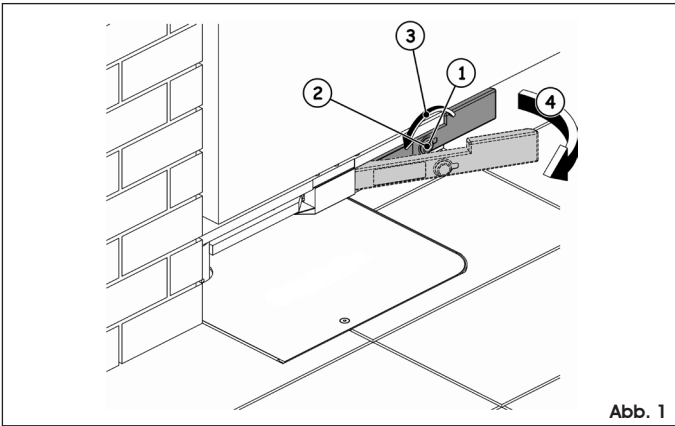

Abb. 1
- Quitar el tapón de protección de la cerradura (Fig. 1 ref. ①)
- Introducir la llave de desbloqueo en la cerradura (Fig. 1 ref. ②)
- Girar la llave en la dirección de la columna hasta el tope (Fig. 1 ref. ③)
- Tirar de la palanca (Fig. 1 ref. ④)